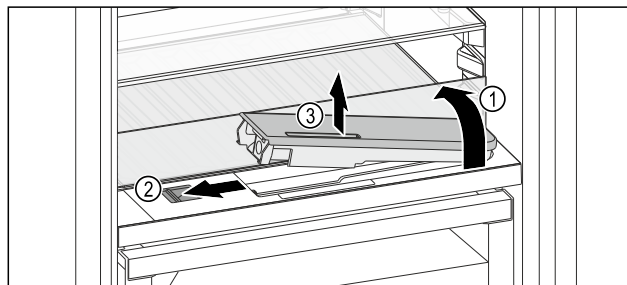

Fig. 118
- Ngrini lart pllakën e xhamit dhe kthejeni për prapa deri në fund Fig. 118 (1).
- Shtyni rrëshqitësen Fig. 118 (2) nga e majta.
- Hiqni depozitën e ujit Fig. 118 (3).